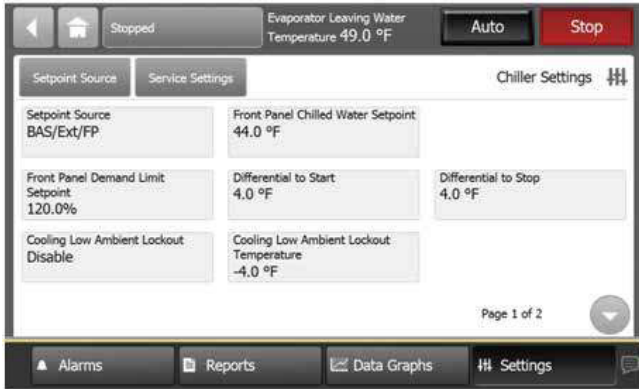

Figura 34. Pantalla de configuración del equipo (se muestra la configuración del chiller)
Observación: Aparece un número de página en la parte inferior derecha de la pantalla. Si una pantalla contiene más de una página, también aparecerán las flechas arriba/abajo para que pueda ver las demás páginas Figura 34.
- a. Para las pantallas con selecciones de botones (Figura 34), presione el botón que representa la configuración deseada. El botón se muestra sombreado y aparece el botón Save en la parte inferior de la pantalla.